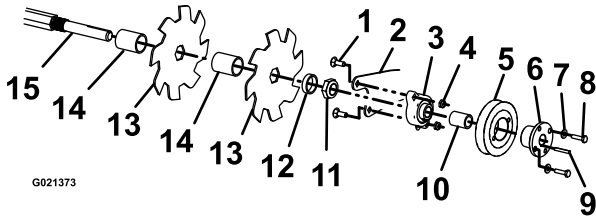

Figure 26
9. Retirez les 4 boulons de carrosserie et contre-écrous qui fixent l'assemblage de lames (Figure 26) et le déposer du support de la fourche.
10. Retirez les 2 boulons et rondelles qui fixent la poulie au roulement. Desserrez les vis sur le roulement et sortez la clavette de l'arbre (Figure 26). Déposez le roulement et la poulie en retirant les fixations du roulement sur le support de fourche.